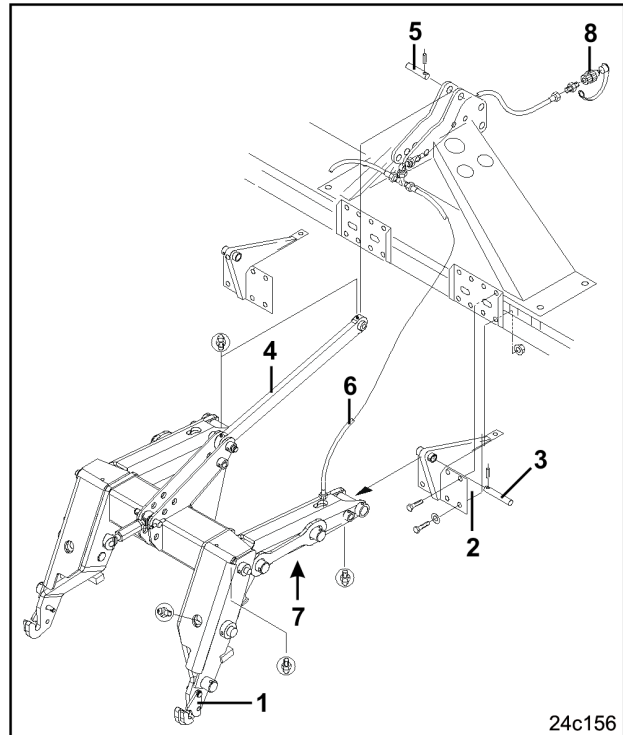

Fig. 99
- Konsole (Fig. 99/2) an der Bodenbearbeitungsmaschine anschrauben.
- Hubrahmen (Fig. 99/1) in einen Kran einhängen.
- Hubrahmen mit Bolzen (Fig. 99/3) an den Konsolen (Fig. 99/2) befestigen und mit Spannstiften sichern.
- Den Oberlenker (Fig. 99/4) am oberen Dreipunkt der Bodenbearbeitungsmaschine mit einem Bolzen (Fig. 99/5) befestigen und mit einem Spannstift sichern.
- Den vormontierten Hydraulikschlauch (Fig. 99/6) an beiden Hydraulikzylindern (Fig. 99/7) anschließen und an der Bodenbearbeitungsmaschine mit Kabelbindern befestigen.
- Kupplungsstecker (Fig. 99/8) am Schlepper an ein einfach wirkendes Steuerventil anschließen (s. auch Hinweis in Kap. 10). Hubrahmen von der Schlepperkabine aus mit Druck beaufschlagen und die Hydraulikanlage auf Leckstellen überprüfen. Leckstellen gegebenenfalls beseitigen